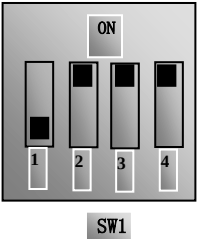

图 5-4
- (5) 对于 EN2000 690V/1140V 中压系列变频器控制端子排附近有一个四位红色拨码开关 SW1，如图 5-4 所示。拨码开关选择模拟量输入端子 AI1、AI2 输入范围（0~5V/0~10V/0~20mA）；通过 F203 选择输入通道。出厂时拨码开关的位置如图 5-4，即 AI1 为 0~10V 输入，AI2 为 0~20mA 输入；其它拨码开关的位置与调速方式详见下表 5-2。